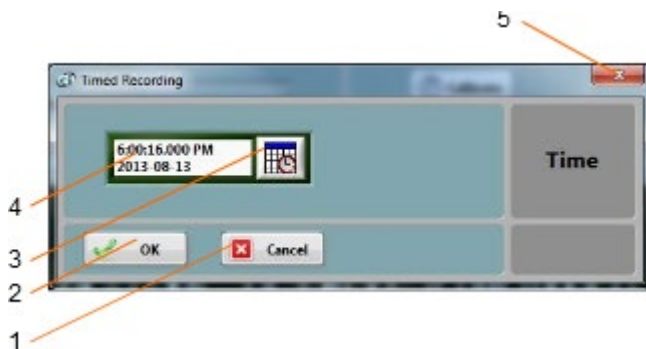

Figure 15 Panneau Paramètres de la minuterie
Utilisez soit le champ de saisie directe (Figure 15 (4)), ou appuyez sur la touche *Affichage du calendrier* (Figure 15 (3)) pour régler la date et l'heure auxquelles l'enregistrement doit commencer.